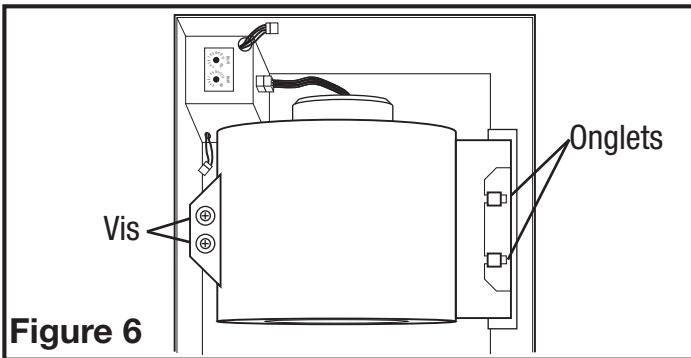
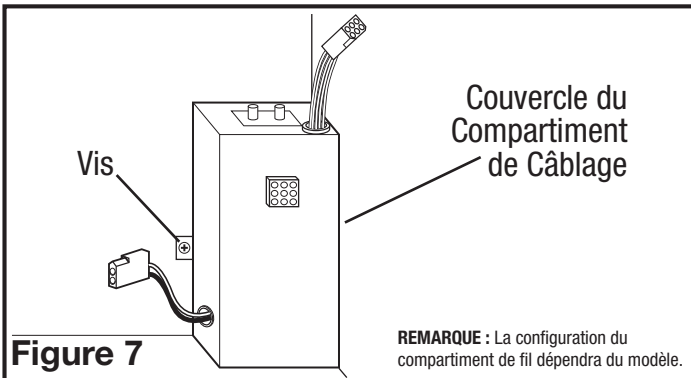

Figure 6
Figure 7
- 1b. **Compartiment de Câblage Intérieur:** Si le moteur est déjà installé dans le boîtier, enlevez les deux vis maintenant l'unité de ventilation en place. Soulevez le l'unité et faites-la glisser hors des languettes sur le boîtier (Figure 6). Retirez la vis du couvercle du compartiment de câblage et placez le couvercle dans un endroit sûr (Figure 7).